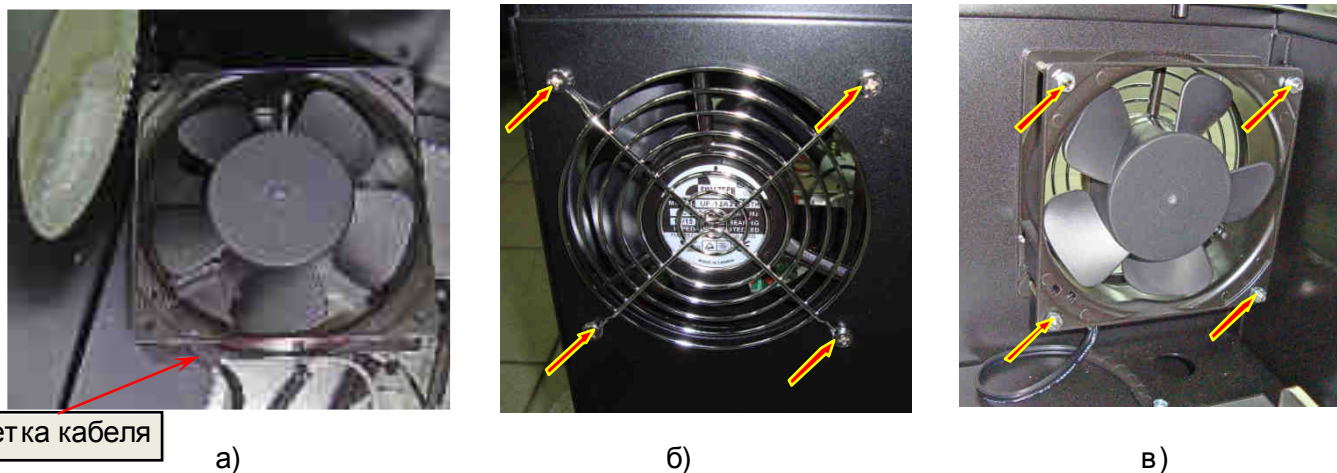

Рис. 7.34.
- подсоединить розетку кабеля вентилятора к вилке на корпусе вентилятора (рис. 7.34а);
- закрепить вентилятор вместе с решеткой на корпусе четырьмя винтами (рис. 7.34б) с помощью гаек и шайб (рис. 7.34в).